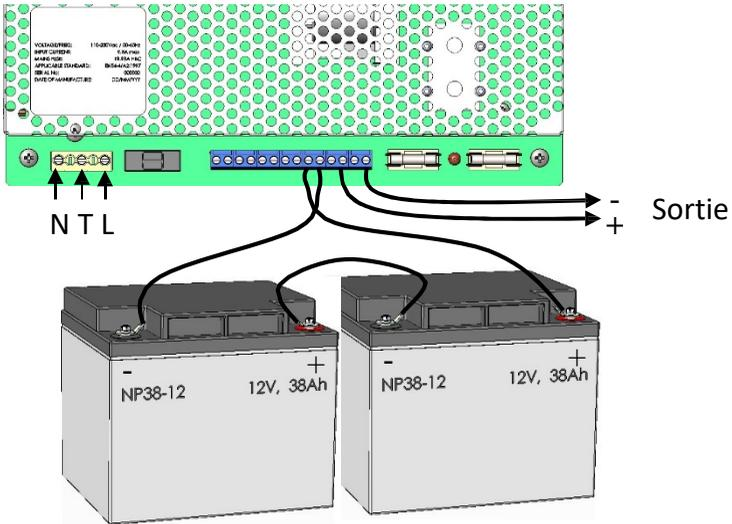

Figure 4 – Branchements de l'alimentation secteur, de la sortie et des batteries
- 5) Connectez les fils du circuit de charge (sortie) comme illustré dans la figure 4. À l'aide de serre-câbles, attachez les fils au support de fixation fourni (près de l'ouverture de sortie).
- 13) À l'aide des câbles fournis, connectez les bornes positive et négative restantes des batteries aux bornes de l'alimentation Batt+ et Batt -. Voir les figures 4 et 5.